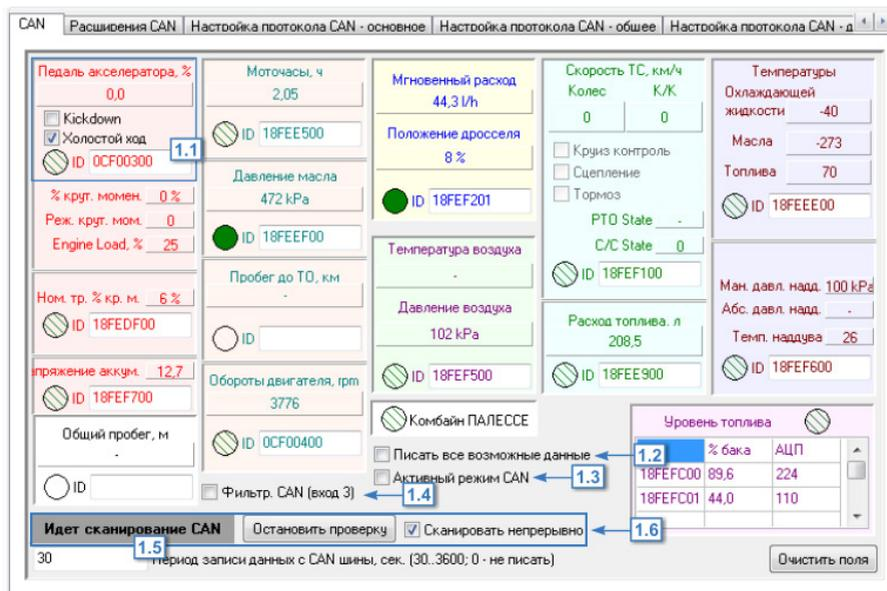

Рис.47. Вкладка «CAN».
- в поле «ID» (**Рис.47, п. 1.1**) задать идентификатор записи. Если идентификатор записи CAN не задан, то прибор не будет записывать эту запись.
- для того чтобы в память прибора записывались все данные, полученные с шины CAN транспортного средства, включить опцию «Писать все возможные данные» (Рис.47, п. 1.2).
- при необходимости включить опцию «Активный режим CAN» (Рис.47, п. 1.3). В активном режиме прибор постоянно запрашивает данные из шины.
- для того чтобы использовать цифровой вход 3 для фильтрации оборотов двигателя, разрешить опцию «Фильтрация CAN (вход 3)» (Рис.47, п. 1.4). Если опция включена, то при получении показаний оборотов двигателя с шины CAN, вход 3 прибора переключится в активное состояние. В этом случае активное состояние входа 3 может использоваться для фильтрации данных для подсчета времени работы двигателя в диспетчерской программе.
- в поле «Период записи данных с CAN шины» (Рис.47, п.1.5) задать интервал времени, с которым данные с шины CAN будут записываться в память прибора. Диапазон значение 30...3600, 0 – не писать данные CAN.
- Для проверки работоспособности шины CAN прибора «АвтоГРАФ», необходимо подключить прибор к шине CAN транспортного средства и запустить сканирование, нажав кнопку «Начать проверку» в программе «AG.GSMConf» (Рис.47, п. 1.6).